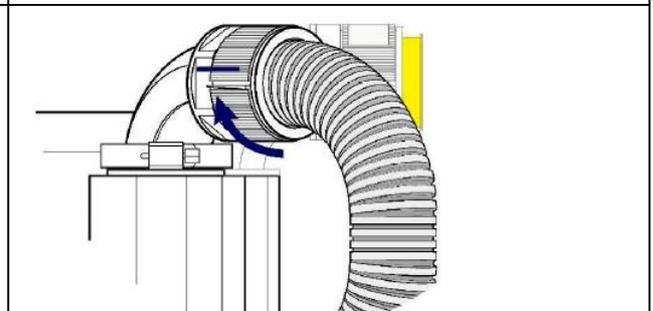

Рис.5.2.4
*Удерживайте шланг входа воздуха и поставьте на место пластмассовый зажим так, чтобы он зафиксировал неподвижный направляющий лист в желобе. Слегка потяните за шланг, чтобы удостовериться, что он хорошо соединен. (Рис.5.2.4)